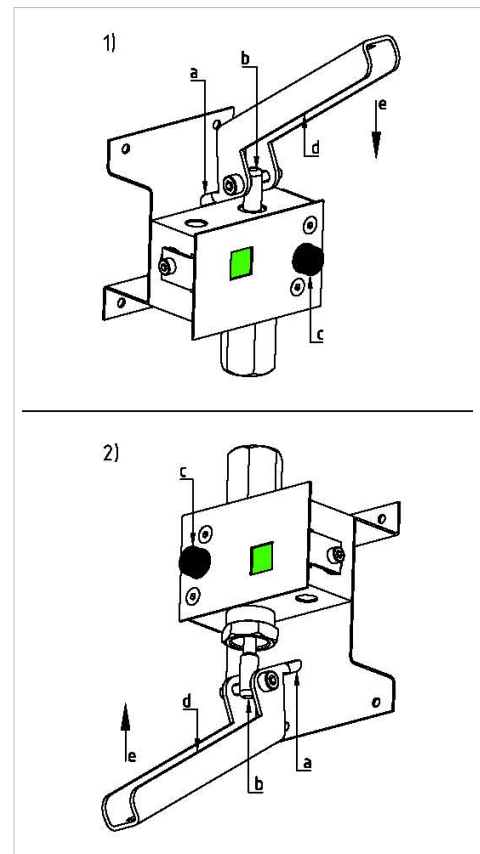

Abbildung 5: AUF-Auslöser RTC
1. Spannvorrichtung in die vorgesehene Ausnehmung einhängen (siehe Abbildung 5).